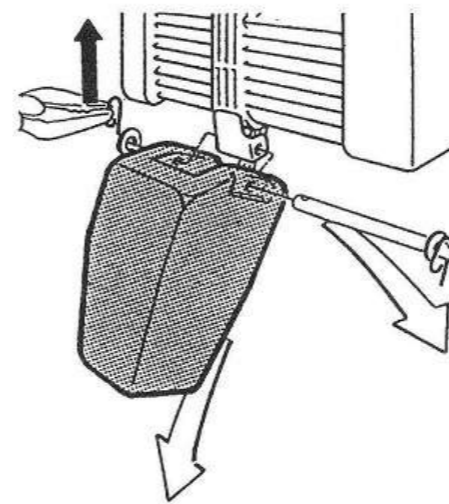

fig.137
4. Salire sulla scala o trabattello e con la pinza estrarre la coppiglia, estrarre il perno e portare a terra il raccogli catena. (fig.137)